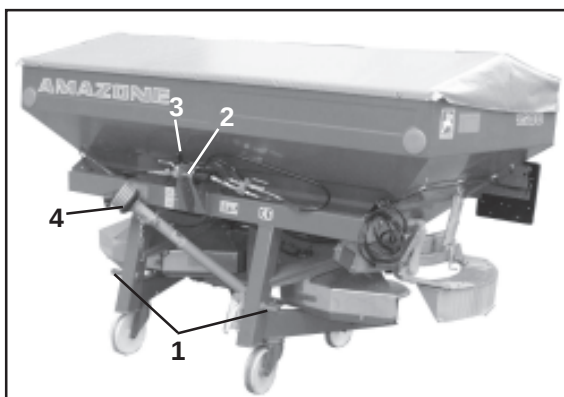

Fig. 5.1
Fig. 5.1 a
- Onderste hefarmen van de trekker aan de bevestigingspennen (cat. II) (fig. 5.1/1 of 5.2/1) bevestigen en met een overslagpen borgen. Bij ZA-M max iS de hefpennen in het bovenste gat van de onderste aanspanconsole bevestigen. De onderste aanspanconsole heeft standaard twee aansluit mogelijkheden en maakt het mogelijk de strooier 120 mm hoger aan de trekker te bevestigen (b.v. voor bijbemesting strooien).
- Topstang met insteekpen (cat II) (fig. 5.1/2 of 5.2/2) bevestigen en borgen. **Borghendel (fig. 5.1/3 of 5.2/3 en fig. 5.1a/1) moet in de gleuf haken.**
Na het afkoppelen van de centrifugaalstrooier de koppelingsas in de opvanghaken (fig. 5.1/4 of 5.2/4) leggen.